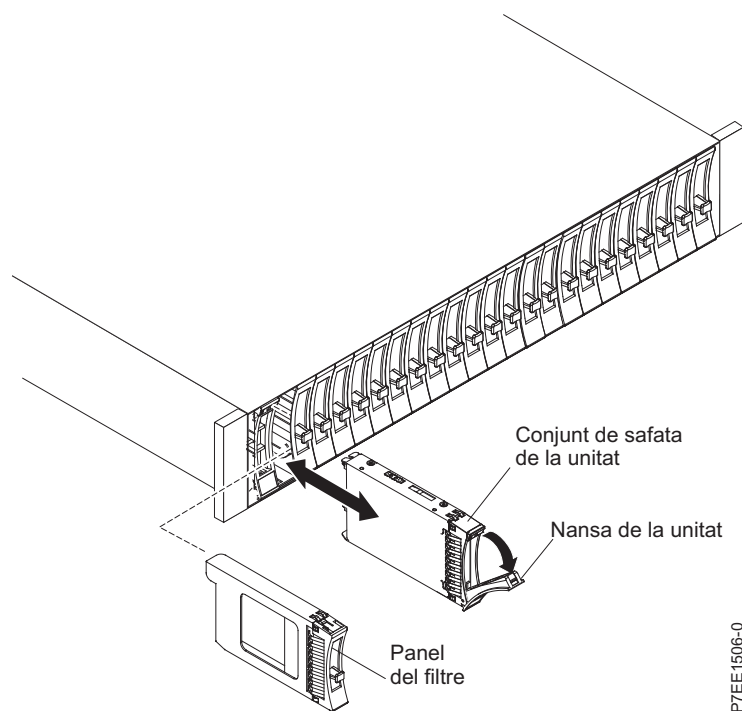

Figura 53. Extracció d'una unitat del model allotjament d'unitats de disc 5887
4. Agafeu la part frontal de la unitat i estireu-la fent-la sortir de la ranura i subjecteu bé la part inferior de la unitat, tal com es mostra a Figura 53.